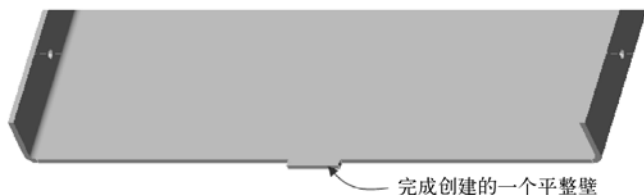

图 7-52 完成创建的一个平整壁
(5) 在“平整”选项卡中单击 (完成) 按钮，完成创建的一个平整壁如图 7-52 所示。